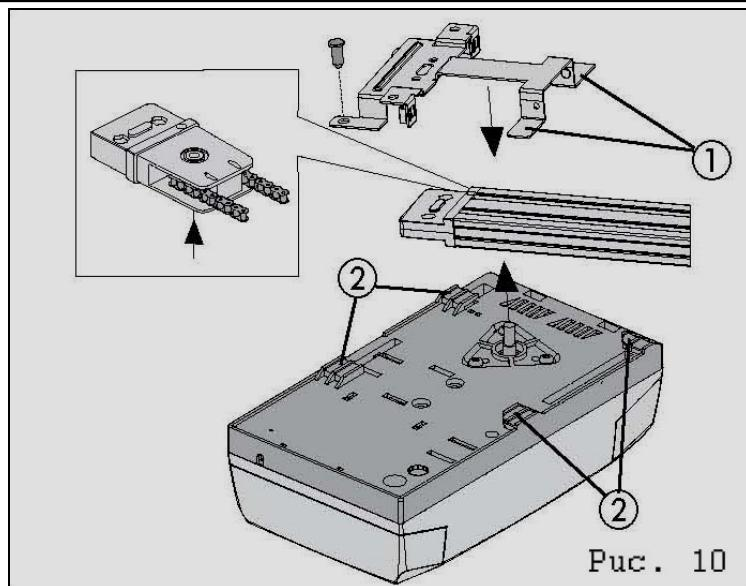

Рис. 10
1. Держа привод под углом 15-20° к направляющей (рис. 11) вставьте пластины кронштейна крепления (рис. 10 (1)) в пластиковые пазы (рис. 10 (2)) на корпусе привода.